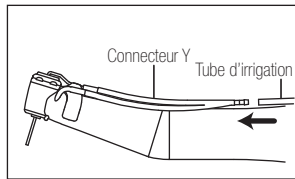

Fig. 4
- 1) Connectez les extrémités du connecteur en Y aux embouts de spray externe et interne respectivement, comme le décrivent les procédures (1) et (2).
- 2) Connectez bien le tube d'irrigation au connecteur en Y. (Fig.4)